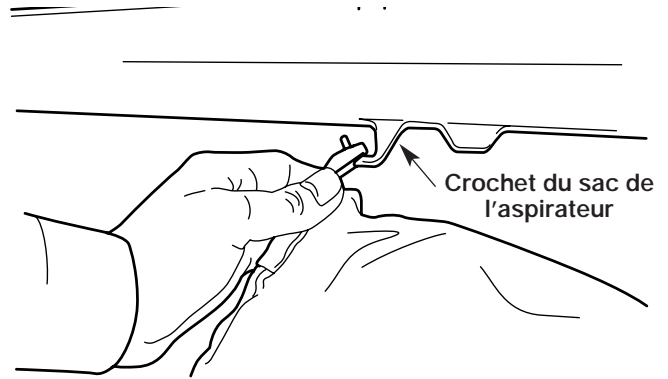

Fig. 3
1. Attachez le sac de l'aspirateur au crochet situé sur le tube du souffleur/aspirateur (Fig. 3)